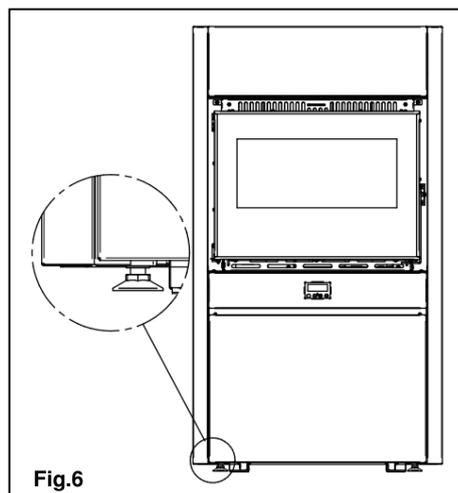

Fig.6
- Controllare con una livella bolla che il prodotto sia in piano (**fig.6**). Eventualmente agire sui piedini regolabili installati alla base.